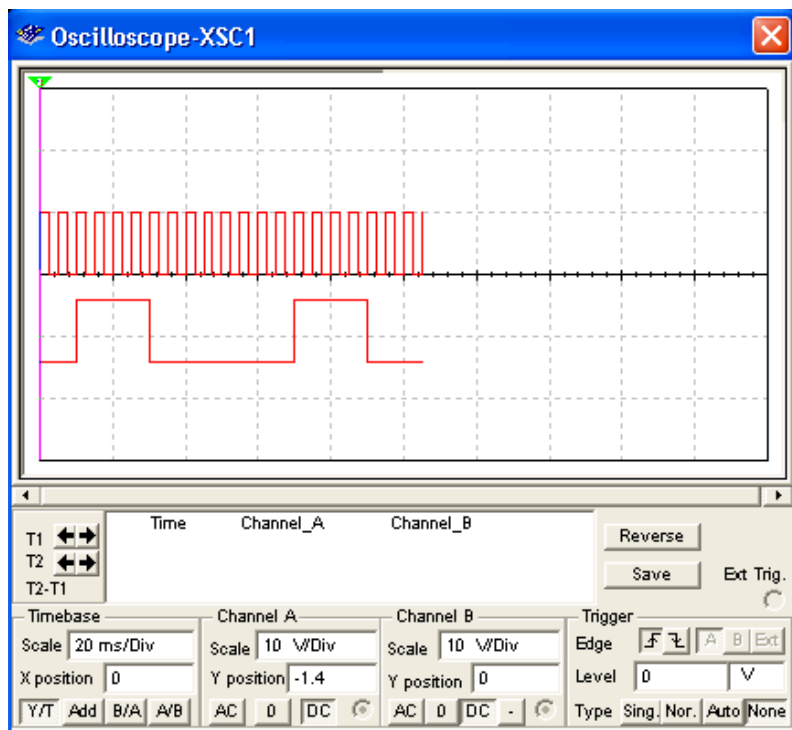

Рис. 4. Осциллограф
**Осциллограф.** Лицевая панель осциллографа показана на рис. 4. Осциллограф имеет два канала (CHANNEL) А и В (в случае двухканального осциллографа; в арсенале приборов Multisim имеется также и 4-х канальный осциллограф, а также виртуальный осциллограф фирмы Agilent) с отдельной регулировкой чувствительности в диапазоне от 10 мкВ/дел (mV/Div) до 5 кВ/дел (kV/Div) и регулировкой смещения по вертикали (Y POS). При этом каждый канал имеет два вывода обозначенные как «+» и «-». Подавая сигнал на один из выводов, другой целесообразно заземлять.